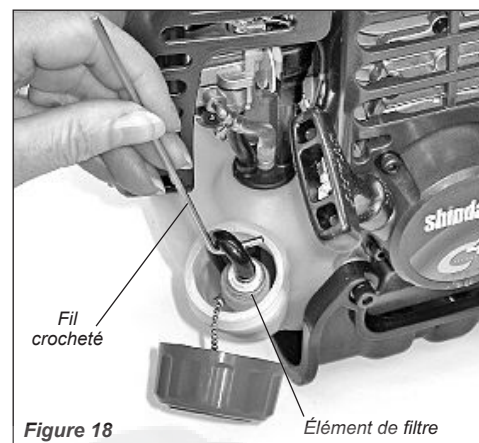

Figure 18
- Utiliser un fil croché pour extraire le filtre à carburant du réservoir à carburant. Voir figure 18. Enlever et remplacer l'élément du filtre.